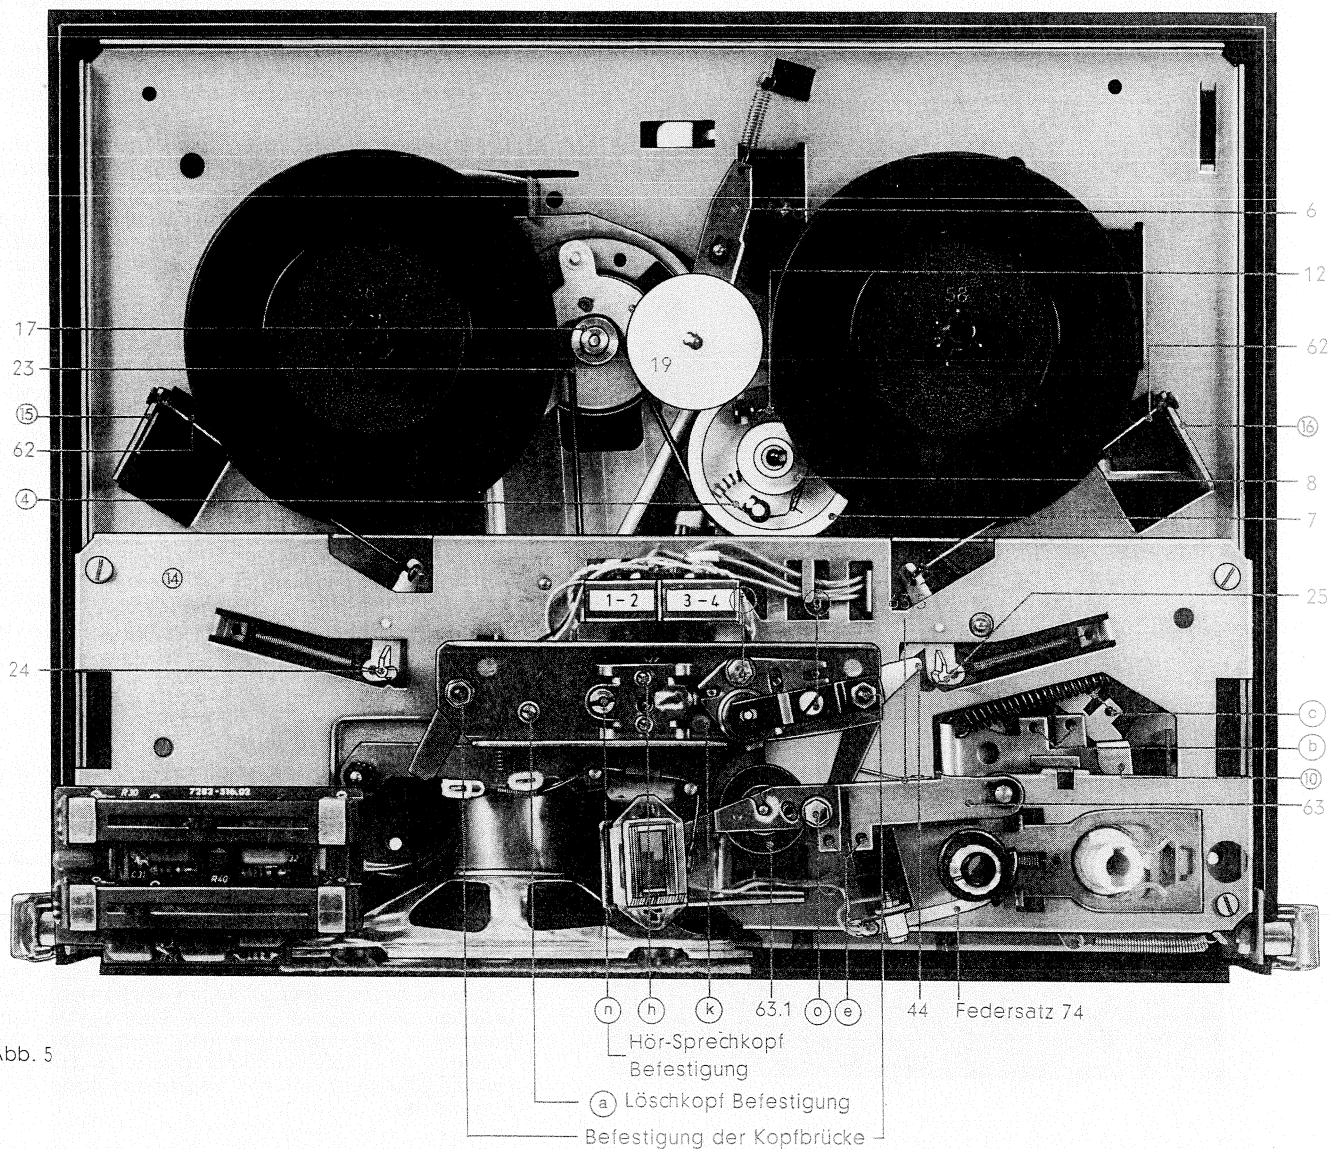

Abb. 5
Zum Wechseln des Löschkopfes (53) Löschkopfbefestigung (a) lösen und Kopf nach unten herausziehen. Beim Wiedereinsetzen ist darauf zu achten, daß die beiden Führungswarzen richtig in der Führungsnut des Löschkopfes liegen und der Kopf bis zum Anschlag ganz nach vorne geschoben wird. Zum Wechseln des Kombikopfes (49) ist die Kopfbrücke (Abb. 5) abzunehmen, nachdem vorher das Andruckband (41) ausgehängt wurde. Nun wird die Schlitzmutter (n) (51) gelöst und die Kopfbrücke ist nach oben wegzuklappen. Beim Wechsel des Kopfes ist die Abschirmung durch Entfernen der 3 Schrauben ebenfalls abzunehmen, da diese beim neuen Kopf wieder benötigt wird. Nach dem Wiederaufsetzen der Kopfbrücke ist darauf zu achten, daß die auf der Tonwelle montierte Ölfangscheibe nicht von der nach oben gedrückten Andruckrolle berührt wird. Die Höheneinstellung wird mit den Schrauben (h), die Senkrechteinstellung mit der Schlitzmutter (n) durchgeführt. Zum genauen Justieren siehe elektr. Teil **Koptjustage**.